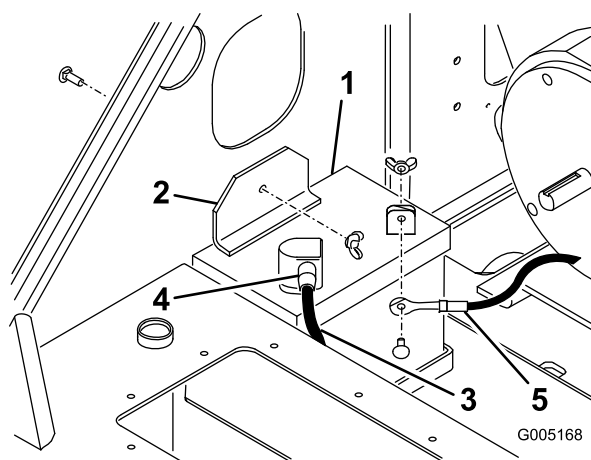

Figure 30
3. Enlevez l'écrou à oreilles et le boulon qui fixent la patte de maintien de la batterie et la barrette (sous la patte de maintien), et déposez la patte de maintien et la barrette (Figure 30).
8. Placez la batterie dans le châssis (Figure 30).
9. Fixez la batterie dans le châssis (Figure 30).
10. Connectez le câble positif (rouge) à la borne positive (+) de la batterie à l'aide du boulon et de l'écrou à oreilles fournis avec la batterie (Figure 30). Glissez le capuchon en caoutchouc sur la borne de la batterie.
11. Connectez le câble négatif (noir) à la borne négative (–) de la batterie à l'aide du boulon et de l'écrou papillon fournis avec la batterie (Figure 30).